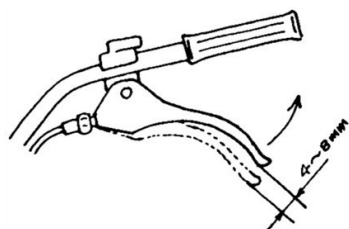

Figure 9
- Vérifiez d'abord la tension du câble d'embrayage. Normalement, le câble doit avoir un jeu de 4 à 8 mm ; si ce n'est pas le cas, desserrez l'écrou de retenue et ajustez le câble. Une fois le réglage terminé, serrez l'écrou de retenue (Voir Fig. 9).